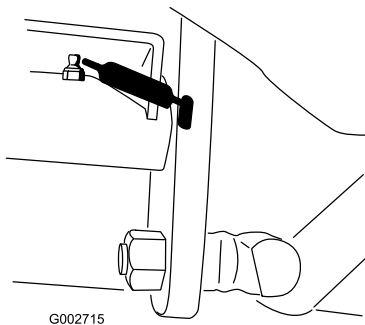

Рисунок 24
- Шарнир педали управления тягой (1 шт.) (Рисунок 24)